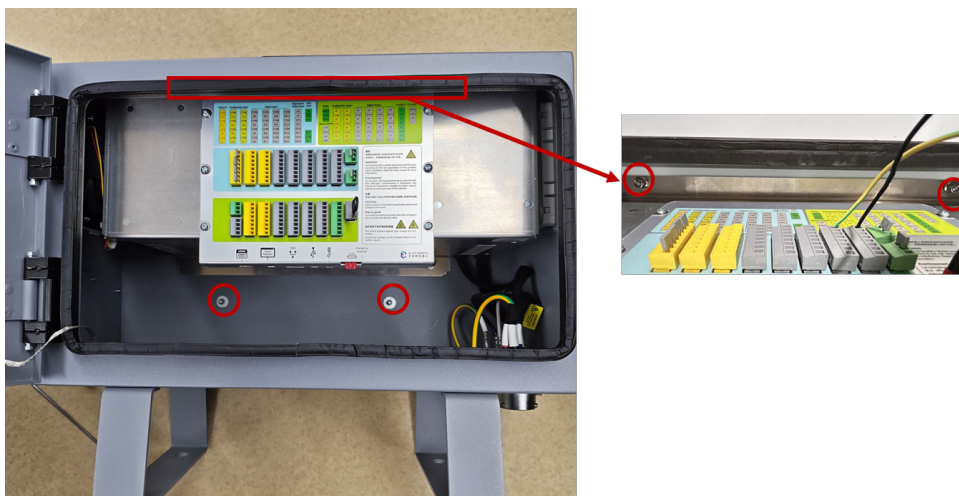

图 3-24: 控制柜内六角圆柱头螺钉位置
1. 关闭控制柜并断开电源线，打开控制柜机柜，将控制柜躺平，并拆除 4 颗内六角圆柱头螺钉，如图 3-24所示；
10. 将安装钣金模块放回箱体内，并将 4 颗内六角圆柱头螺钉拧紧固定好安装钣金，如图 3-24所示；